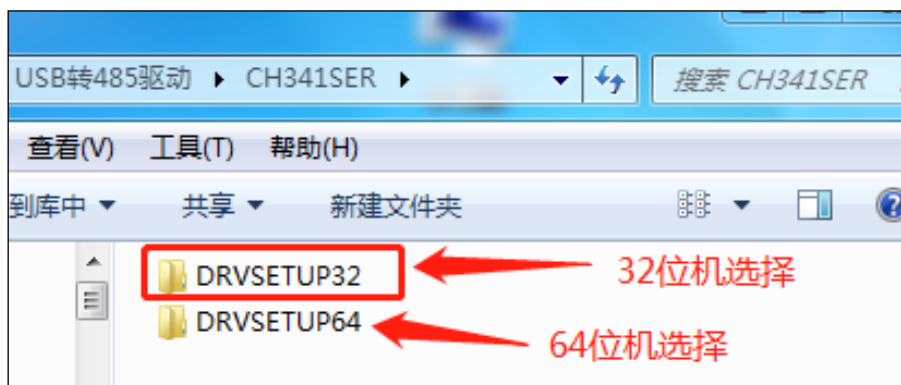

图 3.1 485 驱动文件的选择
- 1) 解压“CH341SER”文件，32 位机选择“DRVSETUP32”，64 位机选择“DRVSETUP64”。485 驱动文件的选择如图 3.1 所示。